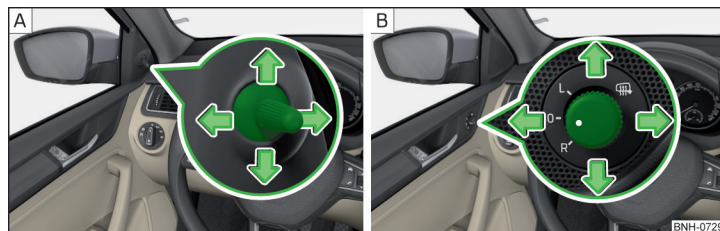

Fig. 71 Operación del retrovisor: mecánico/eléctrico
► Para el **ajuste** del área del espejo mover el botón giratorio en el sentido de las flechas » fig. 71.
El botón giratorio para el espejo ajustable eléctricamente se puede mover en las posiciones siguientes » fig. 71 - [B].